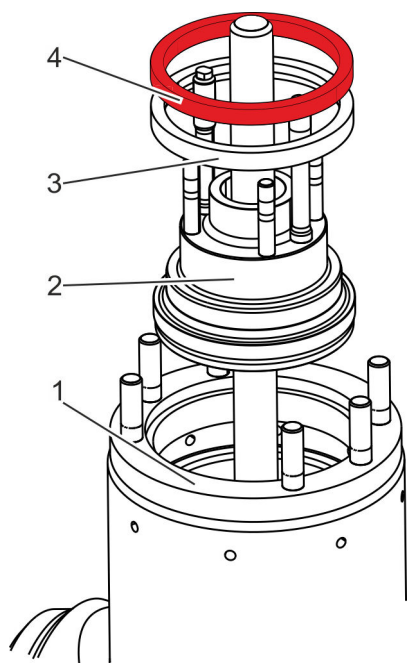

Abb. 33: Verschlussdeckel einsetzen
Verschlussdeckel (Abb. 33/2) mit geeignetem Hebezeug in das Gehäuse (Abb. 33/1) einsetzen.
17. ▶ Neuen Dichtring (Abb. 33/3) montieren.
18. ▶ Stützring (Abb. 33/4) auf den Dichtring (Abb. 33/3) legen.